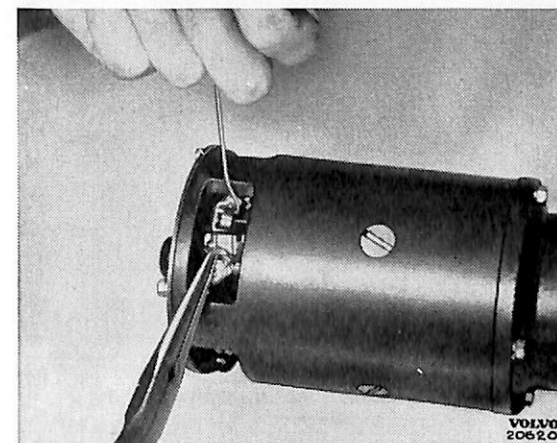

Bild 42. Demontering av elborstar.
3. Lyft fjädrarna för elborstarna och drag upp dessa, bild 42.
2. Lyft fjädrarna för elborstarna och drag upp dessa, jämför bild 42.